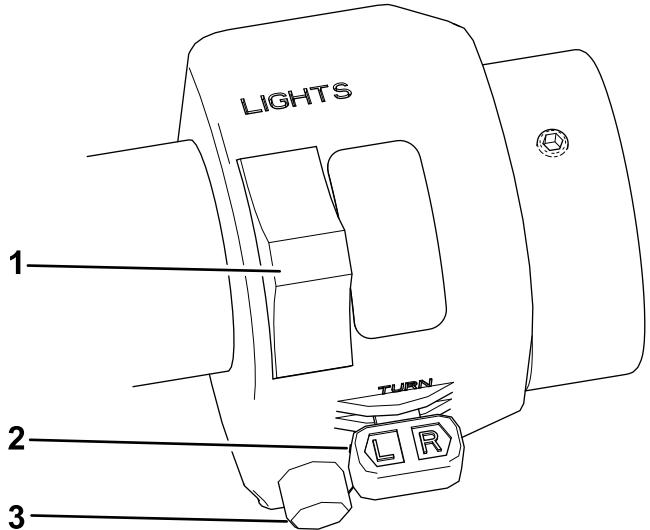

Bild 19
- Mit dem **Blinkerschalter** schalten Sie den rechten und linken Blinker ein, wenn die Zündung in der Ein-Stellung ist (Bild 19).
- Der Scheinwerfer- und Abblendlichtschalter funktioniert nur bei eingeschalteter Zündung (Bild 19).